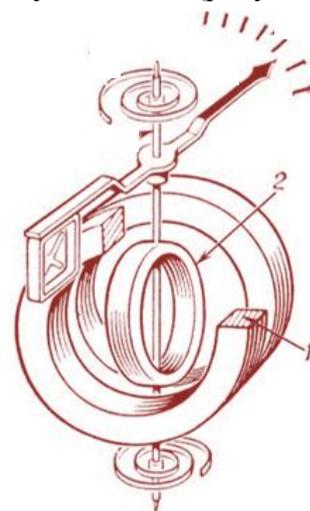

Рисунок 98 – Конструкция приборов электродинамической системы
**Электродинамический измерительный механизм** состоит из двух катушек 1 и 2 (рисунок 98).